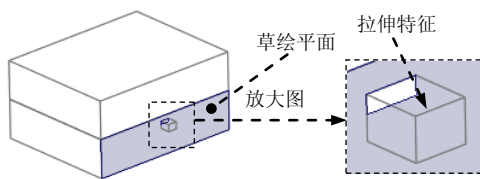
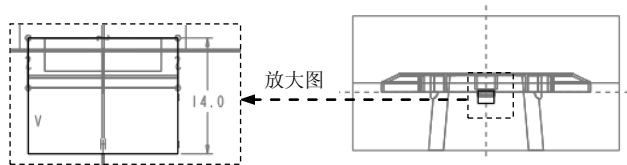

图 27.27 实体拉伸特征 1
图 27.28 截面草图
Step5. 创建图 27.27 所示的实体拉伸特征 1。单击 **模具** 操控板 **形状** 区域中的  **拉伸** 按
钮,此时系统弹出“拉伸”操控板;在出现的操控板中,确认“实体”类型按钮 被按下;右击,从系统弹出的菜单中选择 **定义内部草绘...** 命令;选取图 27.27 所示的平面为草绘平面,接受系统默认的箭头方向为草绘视图方向,然后选取 MAIN_PARTING_PLN 基准平面为参考平面,方向为 **上**。单击 **草绘** 按钮,进入草绘环境;进入截面草绘环境后,选取 MOLD_FRONT 基准平面和 MAIN_PARTING_PLN 基准平面为草绘参考,利用“投影”命令绘制图 27.28 所示的截面草图。完成特征截面的绘制后,单击“草绘”操控板中的“确定”按钮 ;在操控板中选取深度类型 ,再在深度文本框中输入深度值 20.0,并按 Enter 键;接受系统默认的拉伸方向;在“拉伸”操控板中单击 按钮,完成特征的创建。